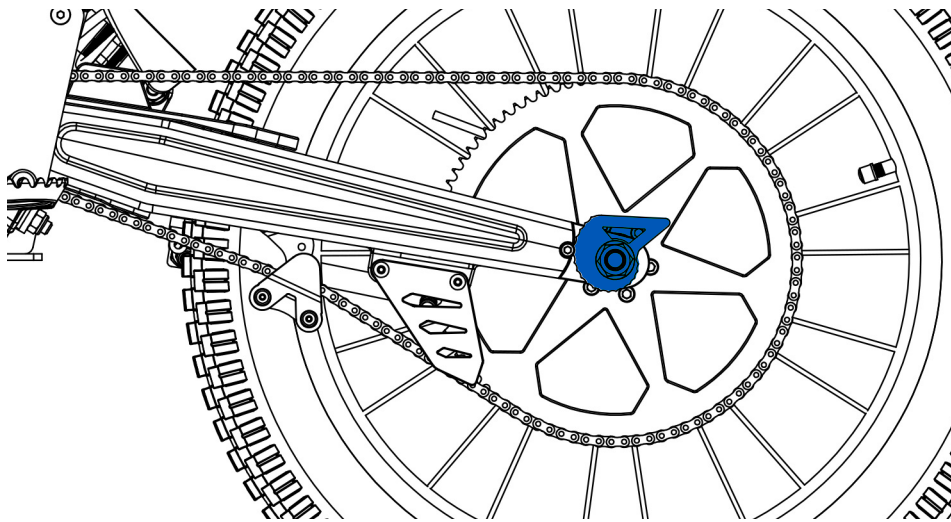

Fig. 15
- 3- Debe girar el regulador excéntrico (Fig. 15), hacia una posición dependiendo del juego de la cadena, y conseguir el tensado correcto. Debe asegurarse que el tope está situado entre los dientes del regulador excéntrico y los dos lados por igual. Estos componentes deben colocarse en la posición adecuada según el nivel de tensión requerido.
Cuando la tensión de la cadena alcanza la mitad del recorrido permitido, es necesario girar la excéntrica completamente para ajustar su posición. En la Fig. 15 se muestra la configuración correspondiente a la posición mínima de la rueda, la cual debe mantenerse hasta que se alcance la mitad del recorrido.